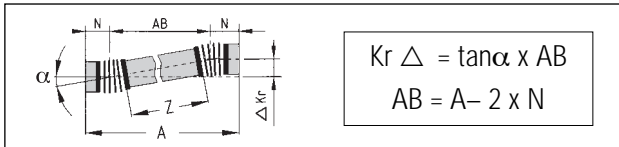
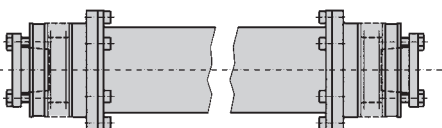

Figure 3
Figure 1
Les lignes d'arbre R+W acceptent un désalignement latéral, axial et angulaire (Fig.1). Le désalignement latéral dépend de la longueur du tube intermédiaire. Il peut être calculé en appliquant la formule suivante (Figure 3).
Les lignes d'arbre R+W sont à arbre flexible et permettent de relier deux extrémités d'arbre très éloignées. Elles sont composées de deux accouplements à soufflet métallique (1) et d'un tube intermédiaire (2). Les soufflets métalliques sont en acier inoxydable et compensent le désalignement latéral, axial et angulaire de l'arbre (Fig.1). La transmission du couple est sans jeu, rigide en torsion et sans effet d'enroulement. Dans le cas d'applications horizontales, le poids du tube intermédiaire est repris par le moyeu de l'accouplement métallique qui fait fonction de cardan et diminue les contraintes excessives sur le soufflet. Dans le cas d'installations verticales (Fig.2), le tube intermédiaire est supporté par un moyeu spécial (5) pour réduire les efforts en compression sur les soufflets.